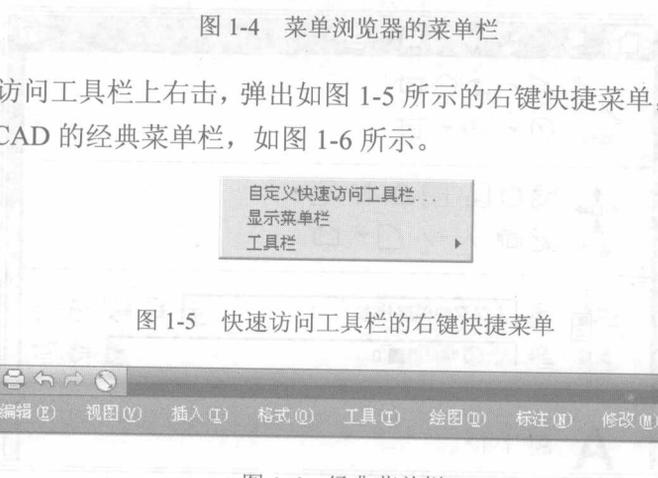
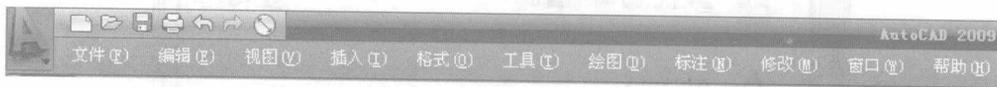

图 1-5 快速访问工具栏的右键快捷菜单
图 1-6 经典菜单栏
(2) 在快速访问工具栏上右击，弹出如图 1-5 所示的右键快捷菜单，单击“显示菜单栏”命令，显示 AutoCAD 的经典菜单栏，如图 1-6 所示。
在快速访问工具栏上右击，弹出如图 1-5 所示的菜单，单击“工具栏”→“AutoCAD”命令，显示 AutoCAD 的各种工具栏，如图 1-7 所示。单击任意工具栏，即可将该工具栏显示在界面上，如图 1-8 所示为单击“修改”选项后在界面上显示的“修改”工具栏。